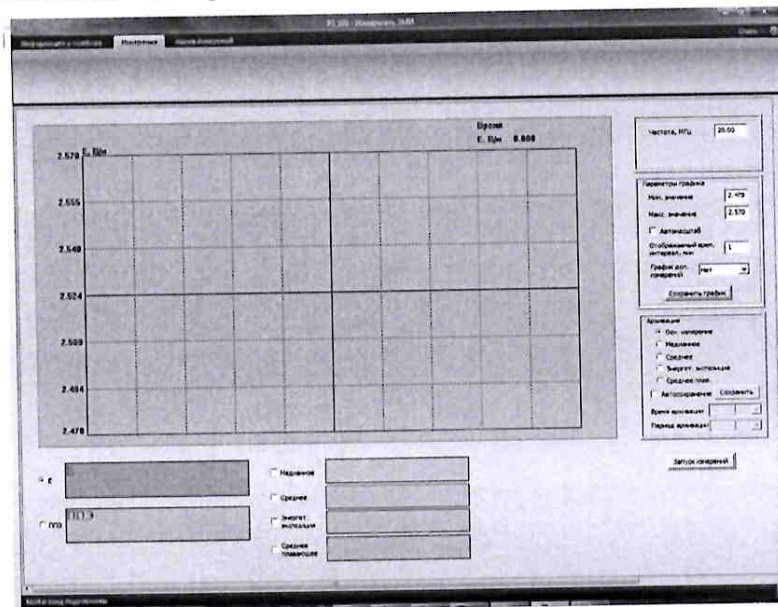

Рисунок 8
8.3.7 Выбрать пункт меню “Измерения” наблюдать окно измерений (рисунок 8).